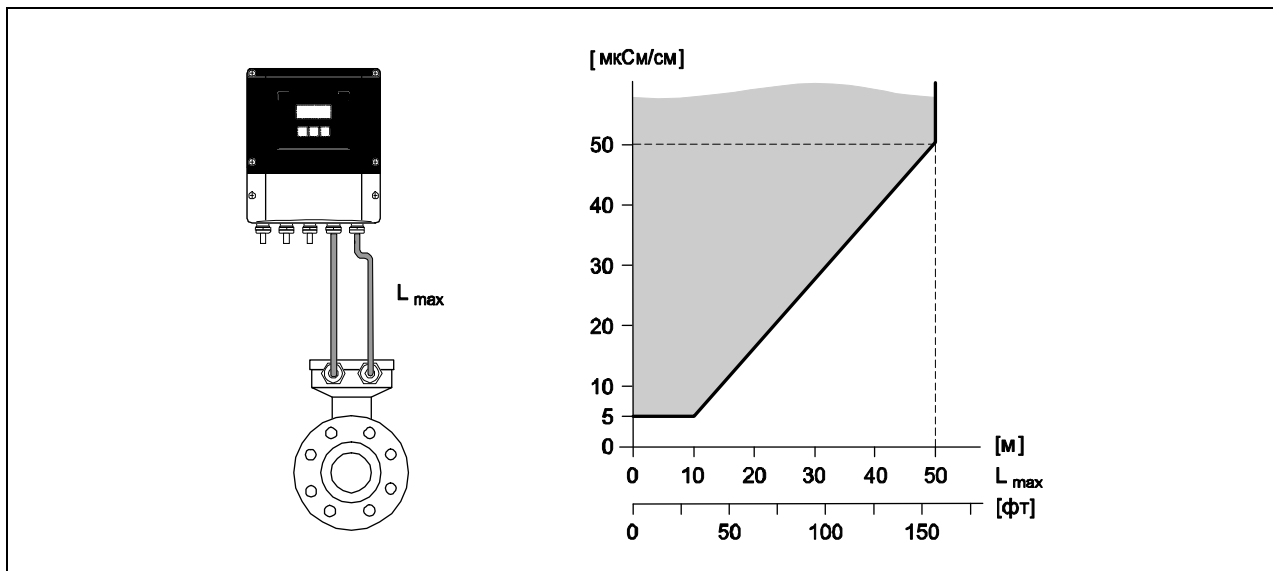

Рис. 16: Допустимая длина соединительного кабеля в зависимости от проводимости среды для варианта раздельного исполнения
- Допустимая длина кабеля L_{max} зависит от проводимости жидкости (Рис. 16)